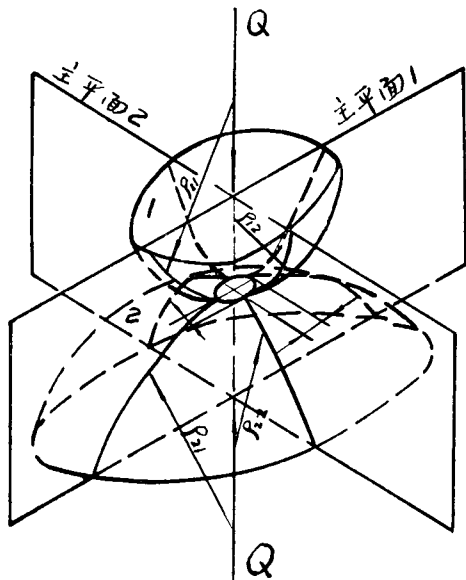

图 1-4 点接触计算简图
2. 点接触的情况 (图 1-4)
R_d ——当量曲率， $R_d = R_{11} + R_{12} + R_{21} + R_{22}$ ，其中， R_{11} ， R_{12} 是曲面 1 在接触点处的主曲率，即是主曲率半径 ρ_{11} ， ρ_{12} 的倒数 (参见图 1-4)， $R_{11} = 1/\rho_{11}$ ， $R_{12} = 1/\rho_{12}$ ， R_{21} ， R_{22} 是曲面 2 在接触点处的主曲率； $R_{21} = 1/\rho_{21}$ ， $R_{22} = 1/\rho_{22}$ 。